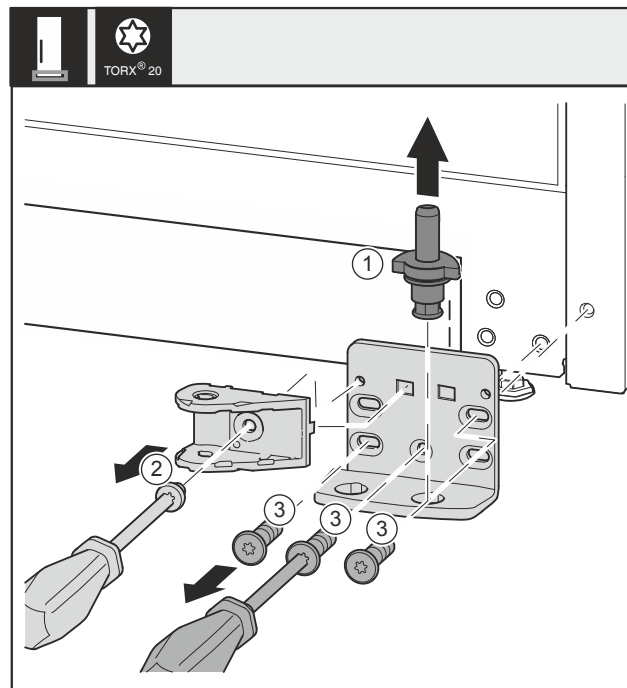

Fig. 33 *
- ▶ Wyjąć kompletny trzpień zawiasu Fig. 33 (1) w górę.*
- ▶ Wykręcić śrubę Fig. 33 (2) śrubokrętem i zdjąć połączenie amortyzatora zamykania.*
- ▶ Wykręcić śruby Fig. 33 (3) śrubokrętem i zdjąć płytkę zawiasu.*